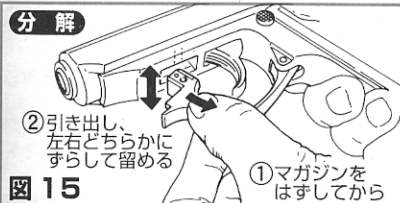

図 15
#### 分解 ⇒図15・16参照
- ①まず③操作の 5.発射を終える時の処理を終え、マガジンをはずしてください。
- ②図15のようにトリガーガードのスライド側をつかみ、下に引き出してください。そして少し横(左右どちらでも)にずらして、引き出した状態で留めてください。留まりにくい場合はスライドの脱着時(下記③)に引き出した状態を保ってください。